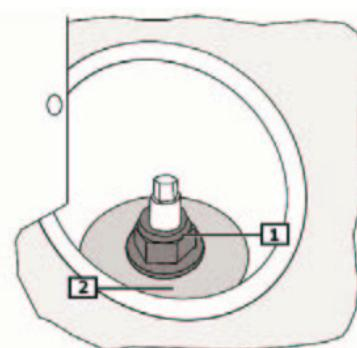

Fig. 9:
- Mutter(n) - Stoßdämpfer abschrauben. (1)
- **Fig. 9** Stützlageroberteil abnehmen. (2)
- Schraube(n) entfernen. (1)
- Unscrew shock absorber nut(s). (1)
- **Fig. 9** Remove upper part of support bearing. (2)
- Remove screw(s). (1)
- Dévisser l'/les écrou(s) - amortisseur. (1)
- **Fig. 9** Enlever l'amont de la console du lit. (2)
- Retirer la/les vis. (1)
- Desenroscar tuerca(s) - amortiguador. (1)
- **Fig. 9** Quitar la parte superior del soporte de rodamiento. (2)
- Retirar tornillo(s). (1)